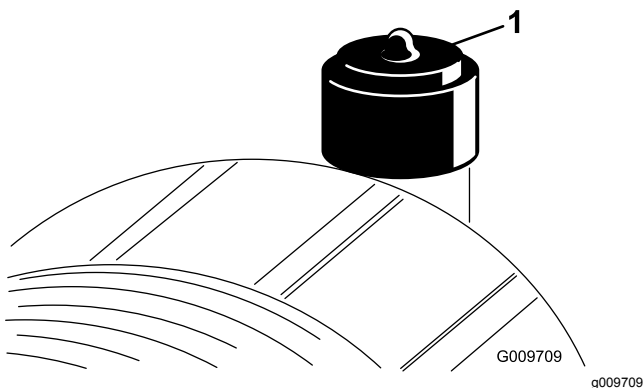

Bild 46
Warten Sie den Luftfilter nur, wenn die Wartungsanzeige dies angibt (Bild 46). Das frühzeitige Auswechseln des Luftfilters erhöht nur die Gefahr, dass Schmutz in den Motor gelangt, wenn Sie den Filter entfernen.
9. Stellen Sie die Anzeige (Bild 46) zurück, wenn sie auf Rot steht.